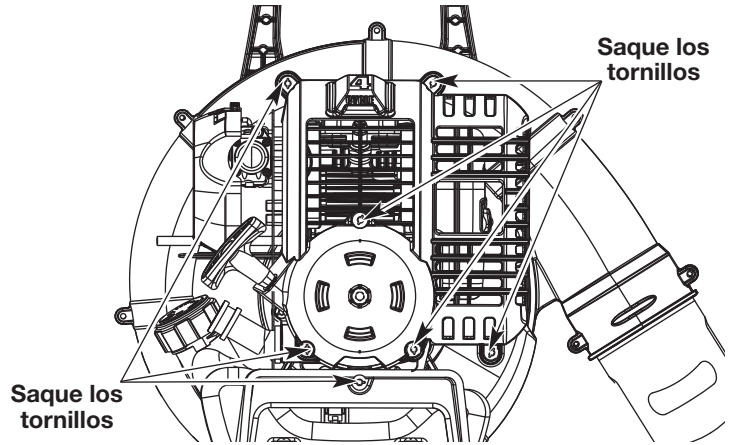

Fig. 27
- Quite los siete (7) Tornillos de encima de la tapa del motor con un destornillador de pala o Torx® #25 (Fig. 27).
- Saque la cubierta del motor (Fig. 27).
1. Apague el motor y espere que se enfríe. Quite los siete (7) tornillos de encima de la tapa del motor con un destornillador de pala o Torx® #25 (Fig. 27).